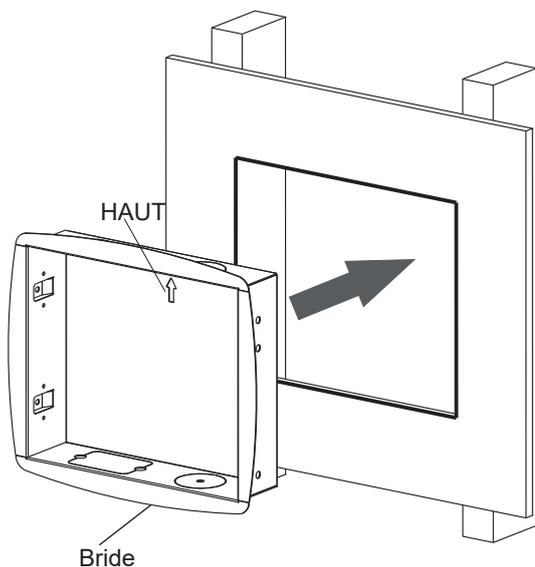

Fig.1.2
**REMARQUE :** Le boîtier peut être installé pour un montage à droite, comme indiqué sur la figure 1.2.